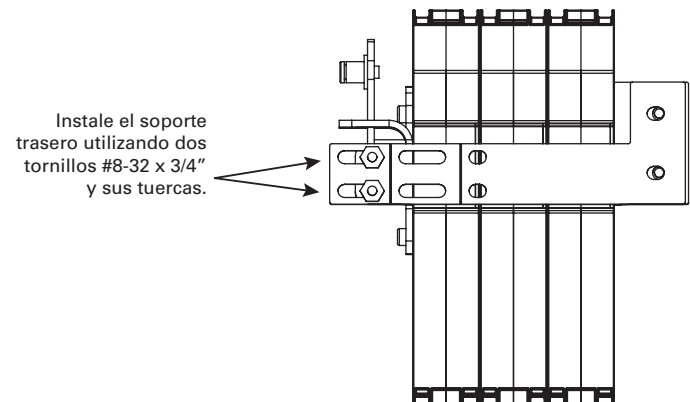

Fig. 2-4. Instale el soporte trasero en el marco del mecanismo.
- Soporte trasero en el marco del mecanismo. Utilice dos tuercas #8-32 y dos tornillos #8-32 x 3/4" (vea la Fig. 2-4) y apriete.